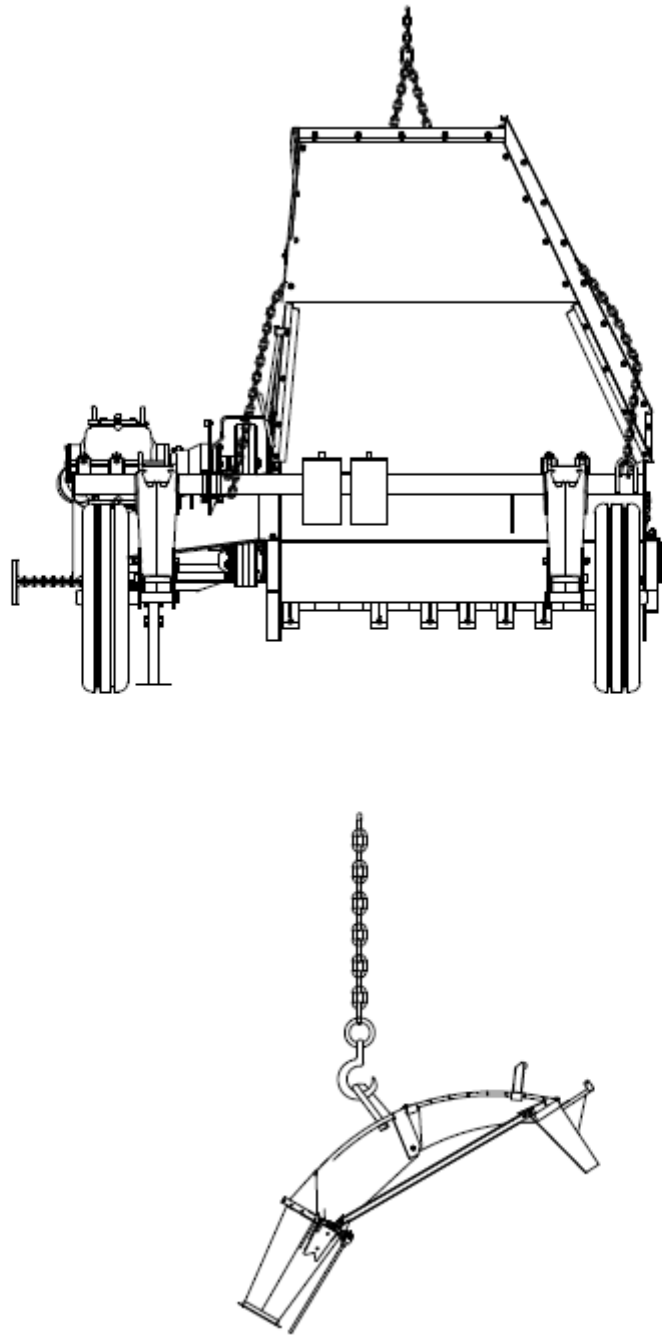

Рис.10 Схема строповки косилки - измельчителя роторной КИР-1,5М
2.12 Схема косилки и технологический процесс протекает следующим образом (рис.10).
- производить строповку в соответствии со схемой строповки (рис.10), в местах, обозначенных манипуляционным знаком «Знак строповки» в виде цепочки.